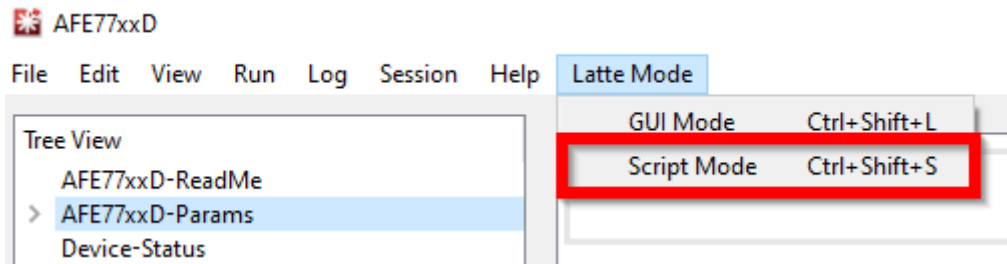

图 3-14. 切换到“Script Mode”
7. 在顶部，点击“Latte Mode”并导航至“Script Mode”，如图 3-14 中所示。